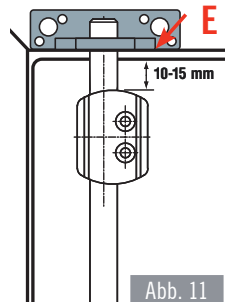

Abb. 11
9. Stangenführung an der oberen Türkante festschrauben (Stangenführung, 2-4x Senkkopfschraube Ø 4,2 x 50mm). Vorbohrung mit Ø 3mm Holzbohrer durchführen. Schließblech (E) an der Zarge verschrauben (2-4x Senkkopfschraube für Schließbleche Ø 4 x 30mm). Vorbohrung mit Ø 3mm Holzbohrer durchführen. Abdeckkappen auf die Senkkopfschrauben der Stangenführung aufsetzen. (Abb. 11)